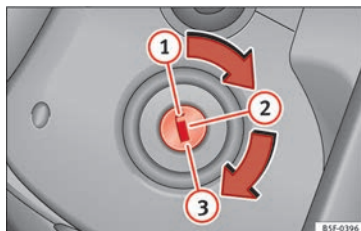

Abb. 169 Positionen des Zündschlüssels
- Drehen Sie den Zündschlüssel auf Position ① »» Abb. 169.
- Ziehen Sie den Zündschlüssel in Stellung ① »» Abb. 169 ab »» ⚠.